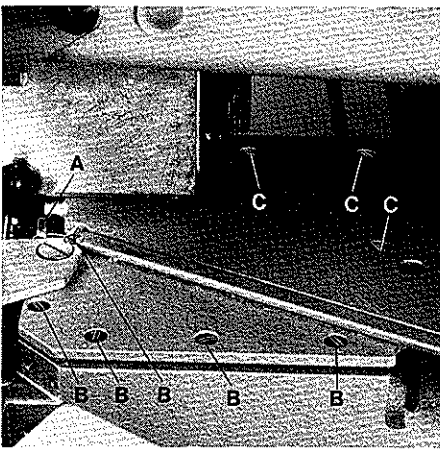
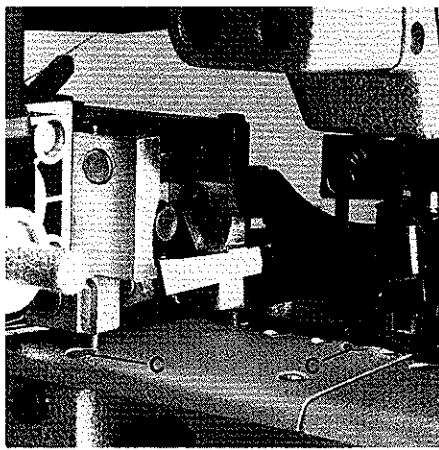

Fig.61
Fig.62
For setting the cutter and for replacing the lower knife the FAST ACTION TAPE CUTTER has to be removed from sewing machine. The upper knife can be replaced with cutter assembled as well. Disconnect cable for FAST ACTION TAPE CUTTER on control box under the table board and the three rapid action hose couplings on cutter (see Fig. 3). Remove looper thread guide (A, Fig. 61). Screw out the five countersunk head screws (B) and the five filister head screws (C, Figs. 61 and 62) and remove the FAST ACTION TAPE CUTTER assembly from sewing machine.
Zum Einstellen der Schere und zum Auswechseln des Untermessers wird die "SCHNELLE SCHERE" aus der Maschine ausgebaut. Das Obermesser kann auch in eingebautem Zustand der Schere gewechselt werden. Lösen Sie die Kabelverbindung für die "SCHNELLE SCHERE" am Schaltkasten unter der Nähtischplatte und die drei Schnellverschlußkupplungen an der Schere (siehe Fig. 3). Entfernen Sie die Greiferfadenführung (A, Fig. 61). Entfernen Sie die fünf Senkschrauben (B) und die fünf Zylinder-Kopfschrauben (C, Fig. 61 und Fig. 62) und nehmen die komplette "SCHNELLE SCHERE" aus der Maschine.